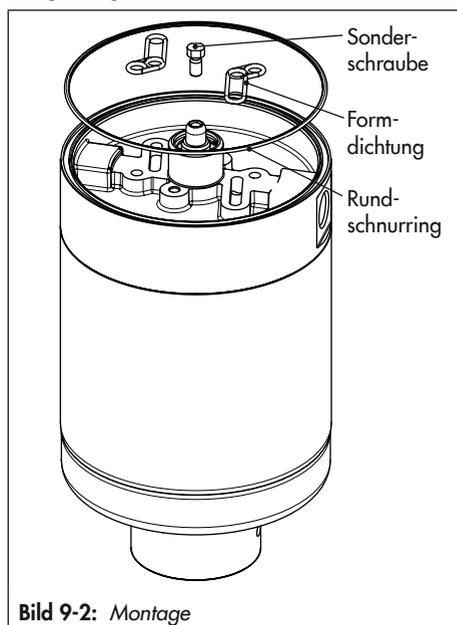

Bild 9-2: Montage
- Bei der Montage sowohl Rundschnurring als auch Formdichtungen korrekt einlegen, vgl. Bild 9-2.